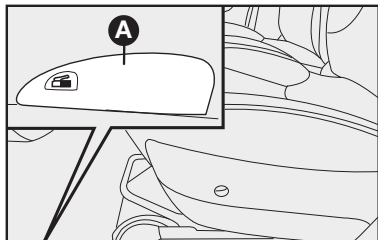

fig. 107
- Destruar a tampa de acesso ao bocal de abastecimento por dentro do veículo, através da alavanca **A-fig. 107**. Levantar a alavanca pela parte dianteira.